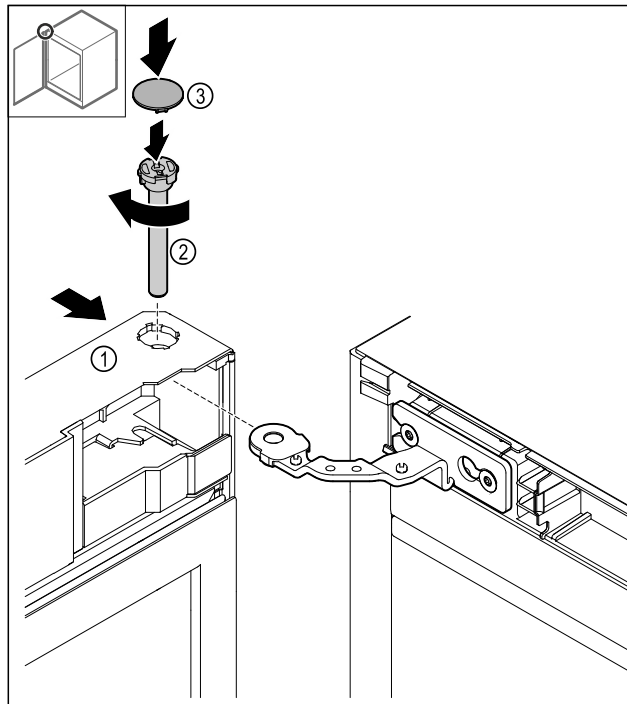

Fig. 47
- ▶ Glisați ușa Fig. 47 (1) sus pe balama.
- ▶ Introduceți bolțul Fig. 47 (2) și strângeți-l ferm în sens orar.
- ▶ Așezați capacul Fig. 47 (4).